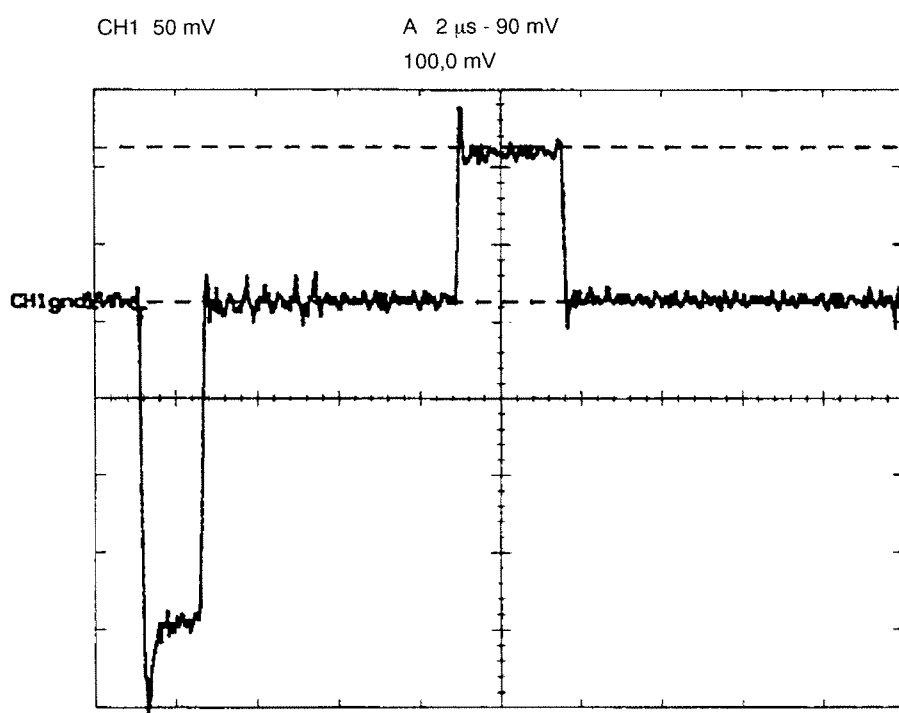

Bild 46.
- Kontrollera att S1231-S1234 i indikatorn och C34 i videodrivsteget i sändtagaren, är justerade till bästa fyrkantform och något överkompenserade. Se bild 46. Vid behov justera videodrivsteget enligt 5.7.4-5.7.5.